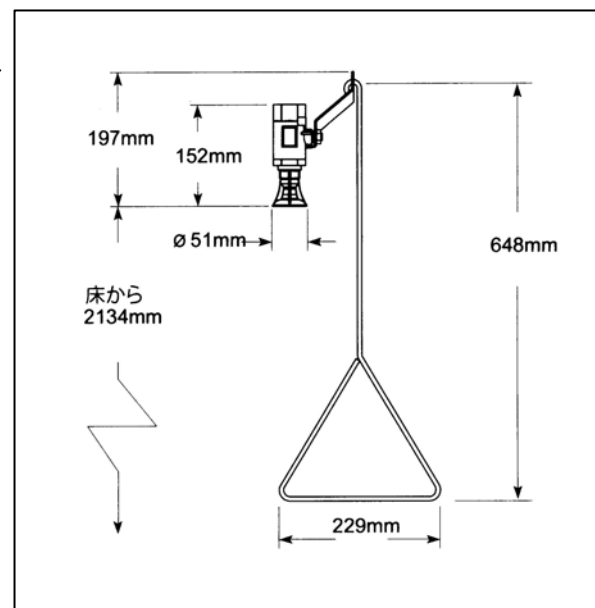

図 1
1. 全ての部品をボックスの中から取り出し、図 1、2 並びに部品リストと照合し不足がないか確認して下さい。